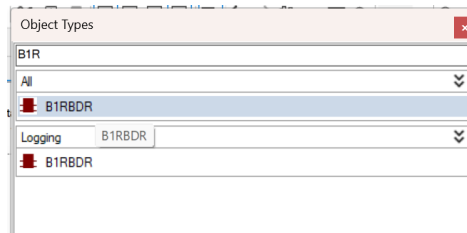

Imagen 293_ Selección del bloque B1RBDR.
4.2.5 También añadimos el bloque “B1RBDR” como se muestra en la **Imagen 293**, el cual realizará el registro de perturbaciones en canales binarios del 1 al 32.